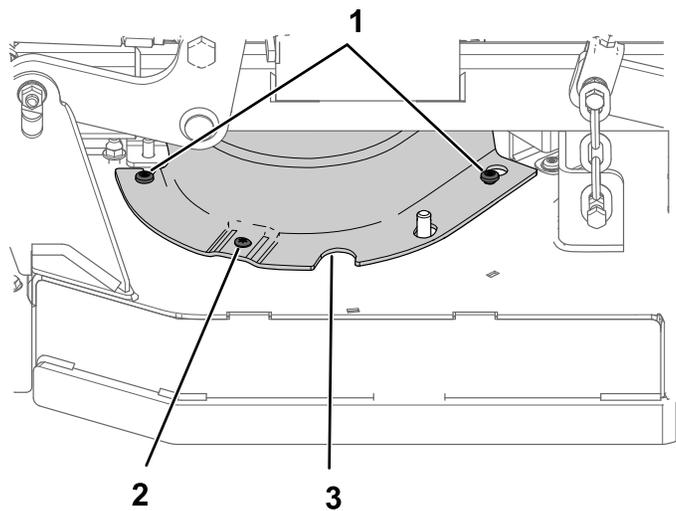

Рисунок 31
1. Ослабьте затяжку 2 ступенчатых болтов и винта (Рисунок 31).